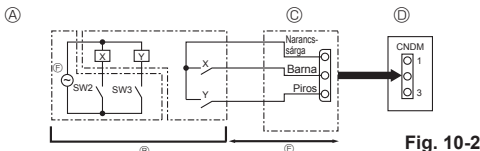

Fig. 10-2
10.2. Igény szerinti működés funkció (helyszíni módosítás) (Fig. 10-2)